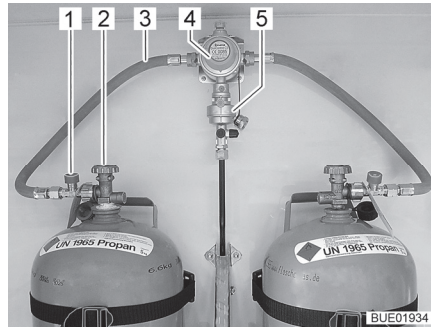
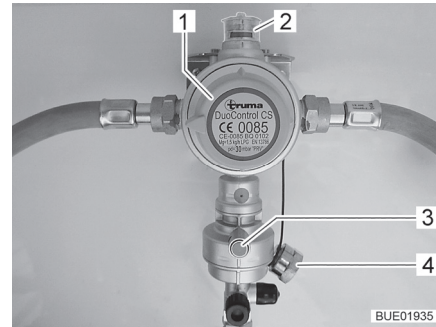

Bild 43 Gasflaschen mit DuoControl
Bild 44 DuoControl-Regelanlage
Die DuoControl-Regelanlage besteht aus einem Umschaltventil (Bild 43,4) und dem Crashsensor (Bild 43,5). Die DuoControl-Regelanlage ist zwischen den Gasschläuchen (Bild 43,3) mit Schlauchbruchsicherung (Bild 43,1) montiert. Mit dem Drehknopf (Bild 44,1) am Umschaltventil kann bestimmt werden, welche der Gasflaschen als Betriebsflasche und welche als Reserveflasche verwendet wird.
Am Sichtfenster (Bild 44,2) wird der Status der Gasversorgung angezeigt:
Der Betrieb mit nur einer Gasflasche ist zulässig, allerdings muss der offene Anschluss in diesem Fall mit dem Blinddeckel (Bild 44,4) verschlossen werden.
Der Crashsensor sperrt die Gaszufuhr bei erheblicher Erschütterung (z. B. Unfall) ab. Der Crashsensor wird durch Drücken des grünen Resetknopfs (Bild 44,3) in Betrieb genommen.
Die Schlauchbruchsicherung (Bild 43,1) sperrt den Gasfluss, wenn der angeschlossene Schlauch bricht. Die Schlauchbruchsicherung muss durch Drücken der grünen Taste aktiviert werden.
An der Bedieneinheit (Bild 45) wird die Gaszufuhr über die DuoControl-Regelanlage ein- und ausgeschaltet. Die Haupt-Absperrventile (Bild 43,2) der Gasflaschen und die Gasabsperrventile der Geräte müssen von Hand geöffnet werden.
- Mit dem Drehknopf (Bild 44,1) am Umschaltventil die Gasflaschewählen, der vorrangig das Gas entnommen werden soll (Betriebsflasche). Den Drehknopf immer bis zum Anschlag drehen.
- Haupt-Absperrventile (Bild 43,2) an den Gasflaschen öffnen.
- Grüne Taste der Schlauchbruchsicherung (Bild 43,1) drücken. Am Sichtfenster (Bild 44,2) wird die grüne Markierung angezeigt.
- Haupt-Absperrventile (Bild 43,2) an den Gasflaschen schließen.
Wenn die grüne Kontroll-Leuchte (Bild 45,6) während des Betriebs erlischt und die rote Kontroll-Leuchte (Bild 45,5) aufleuchtet, ist die Betriebsflasche leer und muss gewechselt werden. Am Sichtfenster (Bild 44,2) wird die rote Markierung angezeigt. Die Reserveflasche versorgt die Gasverbraucher weiterhin mit Gas.
- Drehknopf (Bild 44,1) eine halbe Drehung in Richtung der aktuell verwendeten Gasflasche drehen. Damit ist diese Gasflasche jetzt die Betriebsflasche, die leere Gasflasche wird zur Reserveflasche. Die Markierung im Sichtfenster (Bild 44,2) wechselt von rot auf grün.
- Haupt-Absperrventil (Bild 43,2) an der leeren Gasflasche schließen. Pfeilrichtung beachten.
- Grüne Taste der Schlauchbruchsicherung (Bild 43,1) drücken.